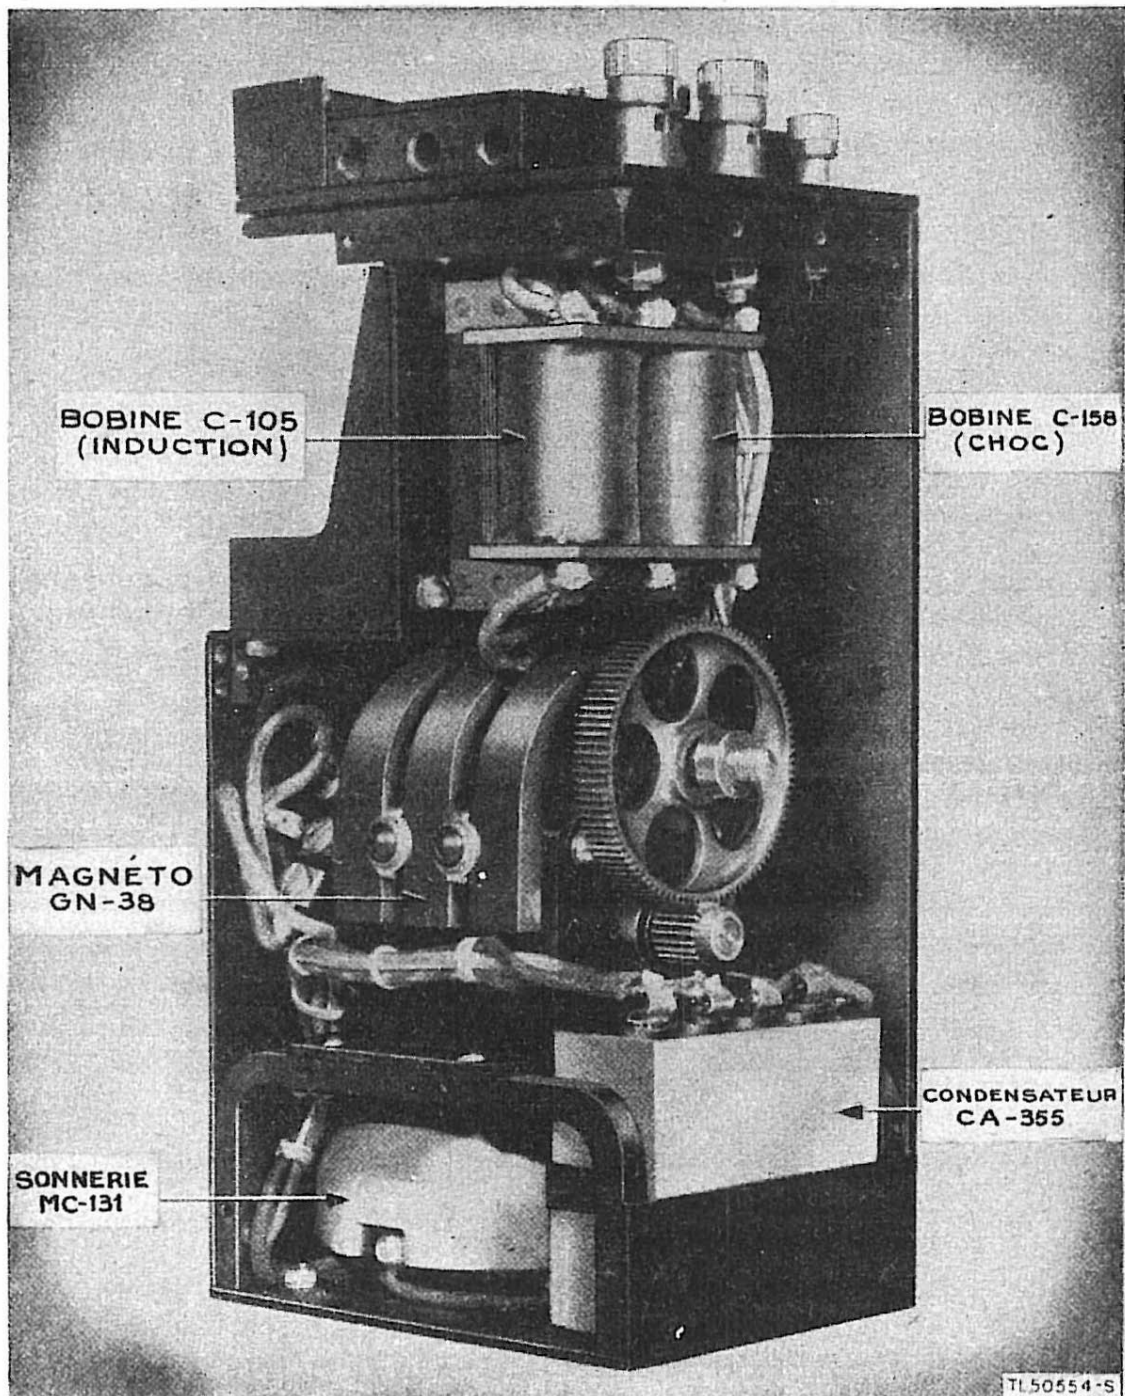

*Figure 6. Appareil EE-8, boîtier avec manivelle, parois avant et latérale enlevées.*
(2) *Bobines.* La bobine d'induction (C-105) et la bobine de maintien (C-158) sont montées sous le bloc à bornes. (Fig. 6, 7 et 8.)
(3) *Magnéto GN-38-(\*).* La magnéto GN-38 qui est utilisée dans les téléphones EE-8 et EE-8-A (fig. 6 et 7) ou la magnéto GN-38-A ou GN-38-B qui est utilisée dans le téléphone EE-8-B
(4) *Condensateur*. Le condensateur CA-355 est monté en-dessous et à droite de la magnéto dans les téléphones EE-8-A et EE-8-B. (Voir fig. 7 et 8.) Le téléphone EE-8 utilise les condensateurs CA-209, CA-177-A et CA-259. Le condensateur CA-209 est monté en-dessous et à droite de la magnéto et les condensateurs CA-177-A et CA-259 sont montés derrière la bobine de maintien avec le condensateur CA-177-A au-dessus. (Voir fig. 6.)
(5) *Sonnerie MC-131*. La sonnerie MC-131 est montée sur le plancher du boîtier et à gauche du condensateur. (Voir fig. 6, 7 et 8.)